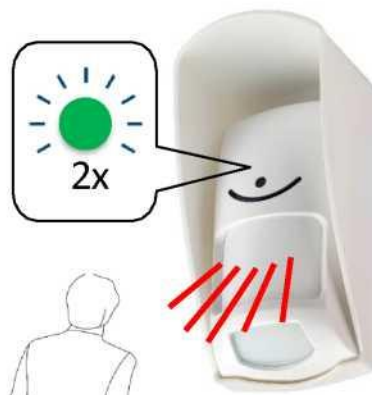

Fig.6
- En un máximo de 10 segundos, active el sensor PIR dos veces. Fig.6